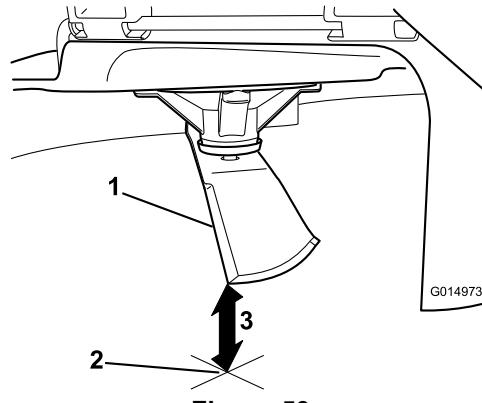

Figura 53
5. Meça da ponta da lâmina até à superfície plana (Figura 53).